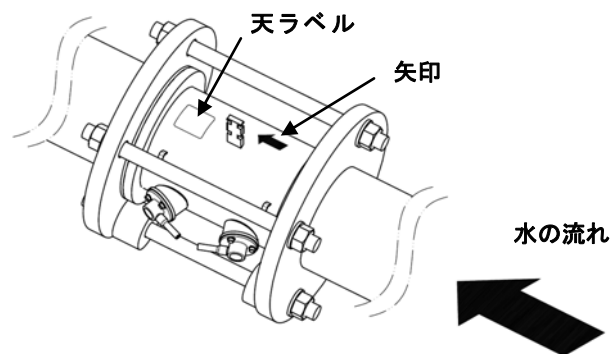

図3 測定管取付け向き
注意③ 測定管には矢印が記されているので、この向きと流体の流れる向きを合致させてください。また、図示のように横配管に取り付ける場合は、天ラベルが上側になるように測定管を設置してください。(図3)